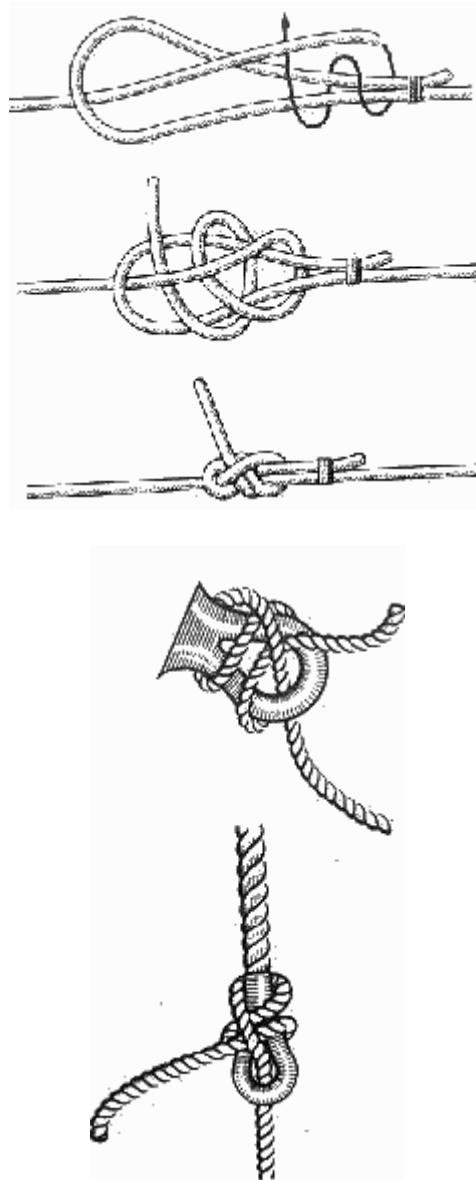

Рис. 39. Брам-шкотовый узел
**Брам-шкотовый узел** (рис. 39). Так же, как и шкотовый узел, свое название он получил от наименования снасти — брам-шкот, которой растягивают шкотовые углы нижней кромки прямого паруса при постановке брамселей. Если шкотовым узлом ввязывают одинарные шкоты нижних парусов, то брам-шкотовым узлом ввязывают брам-шкоты и бом-брам-шкоты, брам-фалы и бом-брам-фалы, а также брам-гитовы.